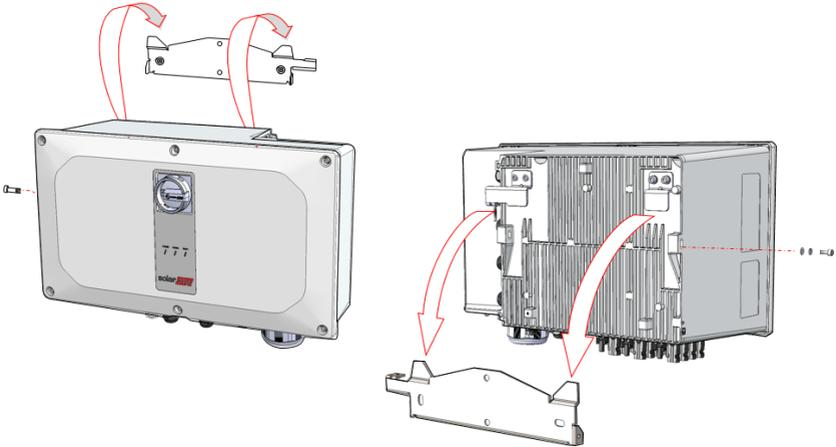

Figura 15: Appendere il Synergy Manager
- Allineare le due rientranze nell'involucro con le due linguette di montaggio triangolari della staffa e abbassare l'unità fino a quando non si appoggia in modo uniforme sulla staffa (vedere *Figura 15*).
- b. Allineare le due rientranze nell'involucro con le due linguette di montaggio triangolari della staffa e abbassare l'unità fino a quando non si appoggia in modo uniforme sulla staffa (vedere *Figura 15*).